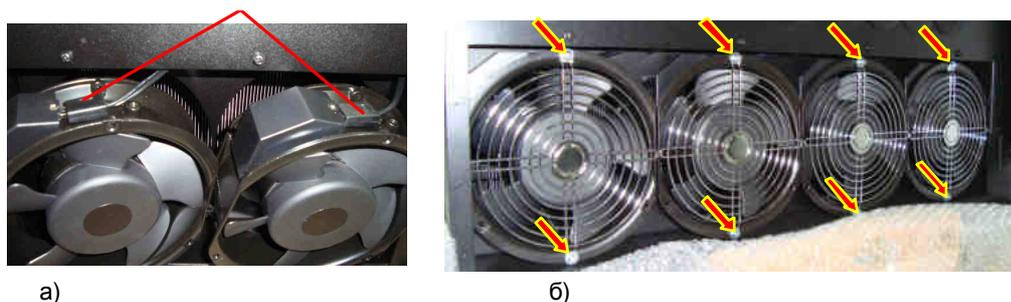

Рис. 7.28.
7.14.1.1. Подсоединить розетки кабелей вентиляторов к вилкам на корпусах вентиляторов охлаждения радиаторов, 4 шт. (рис. 7.28а).
7.14.1.3. Закрепить вентиляторы в месте с решетками винтами (рис. 7.28б).